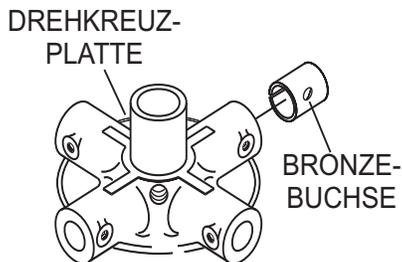

Abbildung 23. Bronzebuchsen
4. Begutachten Sie die Bronzebuchse des Glättarms (Abbildung 23) und reinigen Sie sie gegebenenfalls. Tauschen Sie die Buchse, falls diese unrund oder verschlissen ist.